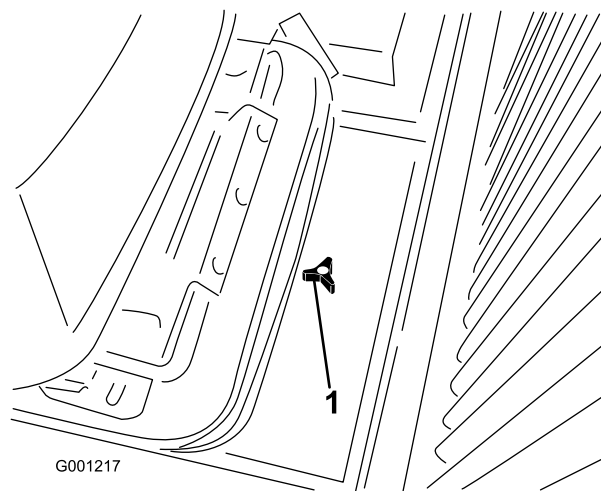

Figura 32
- Afloje el pomo y retire la tapa de acceso en la parte de atrás de la placa de montaje del asiento (Figura 32).